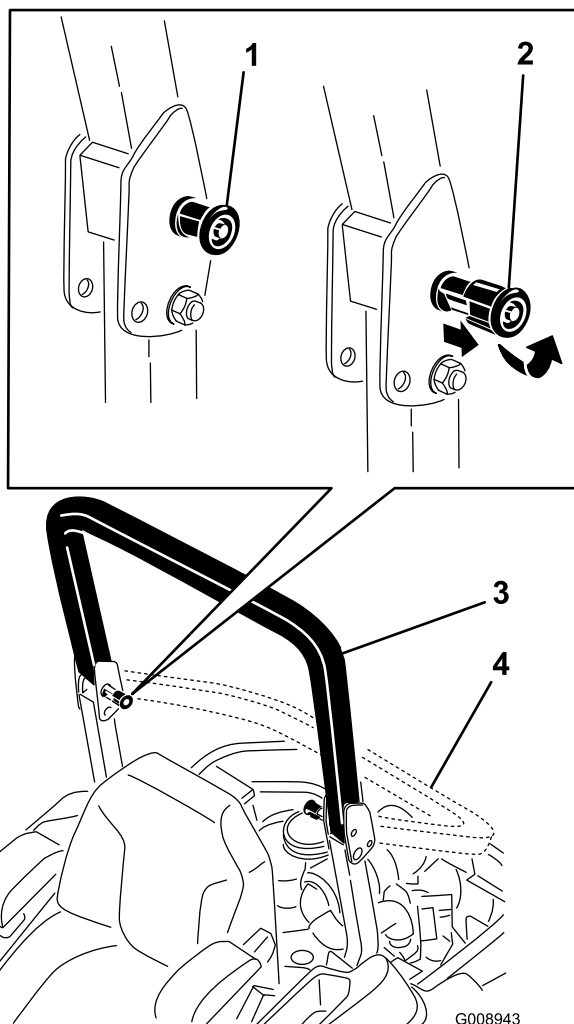

Figura 8
2. Tire de ambos pomos hacia fuera y gírelos 90° para desengranarlos (Figura 8).
3. Coloque la barra antivuelco en la posición de bajada (Figura 8).
4. Para elevar la barra antivuelco, suba la barra a la posición de uso y gire los pomos para que se introduzcan parcialmente en las ranuras (Figura 8).
5. Eleve la barra a la posición vertical, presionando sobre la parte superior de la misma; las clavijas encajarán en cuanto se alineen con los orificios (Figura 8).